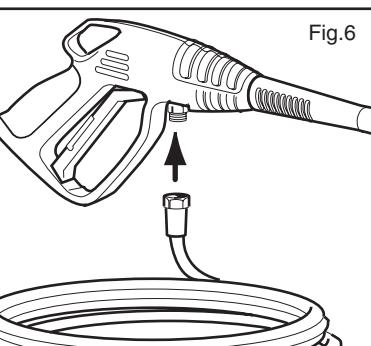
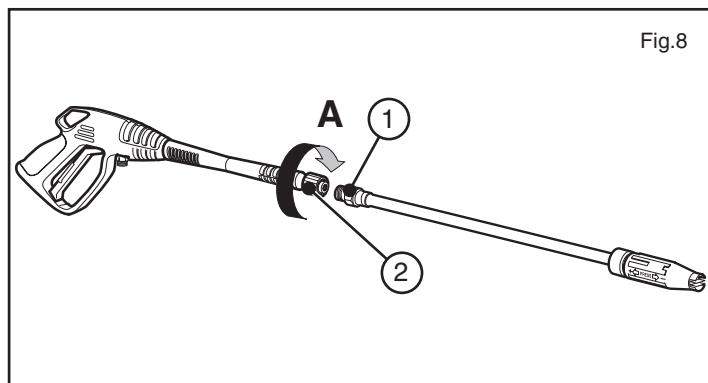

Fig.6
Fig.8
Poner en marcha la máquina apretando el pulsante (fig. 7, pos. 1) y dejarla funcionar durante algunos minutos para eliminar las impurezas y las burbujas de aire del circuito hidráulico, luego pararla, conectar el tubo de alta presión a la pistola (fig. 6) y montar la lanza (fig. 8).
Para ensamblar la lanza en la pistola basta colocar el extremo roscado de la lanza (pos. 1) en el agujero de la pistola (pos. 2), enroscar la lanza en el sentido indicado por la flecha (A) hasta alcanzar el acoplamiento total (véase fig. 8).